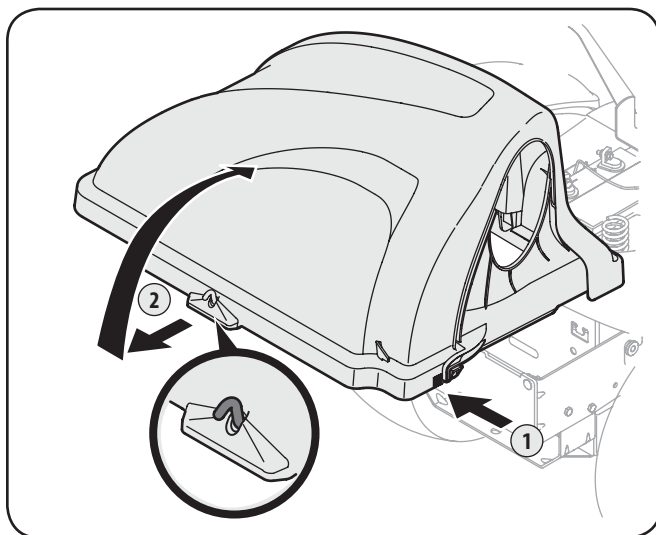

Figure 5-1
2. Ouvrez le capot en appuyant sur l'arrière, la languette du côté droit avec votre main droite, comme illustré au point 1 de la figure 5-1, et levez le couvercle avec votre main gauche placée sur à l'arrière du centre du couvercle du dispositif d'ensachage, point 2.